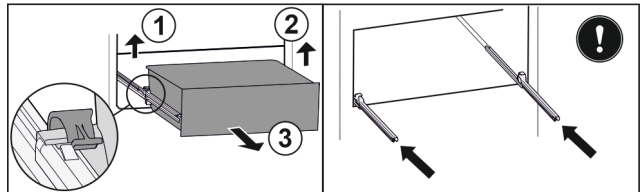

Fig. 108
- Linke Klemme anheben und gleichzeitig Schubfach links nach vorne ziehen. Fig. 108 (1)
- Rechte Klemme anheben und gleichzeitig Schubfach rechts nach vorne ziehen. Fig. 108 (2)
- Schubfach nach vorne entnehmen. Fig. 108 (3)